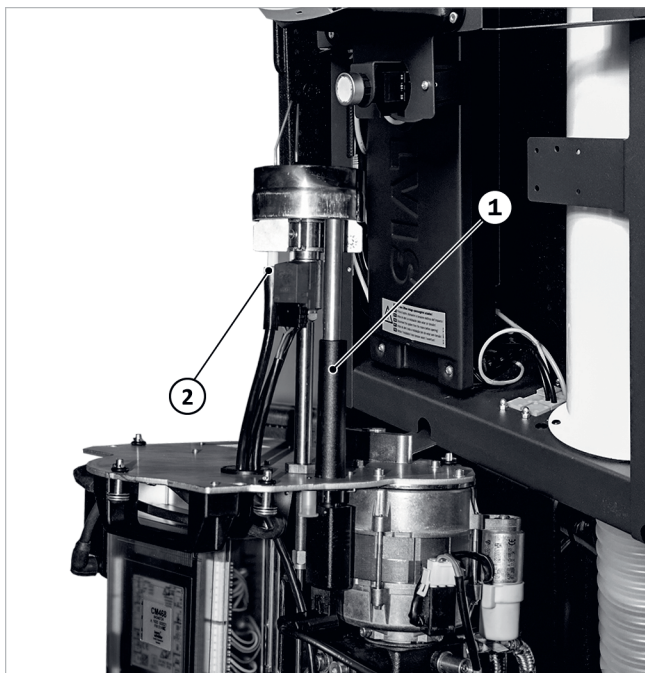

Abb. 140: Brenner an Konsole einhängen
1. Sichthülse abziehen, siehe → Abb. 140 (1).